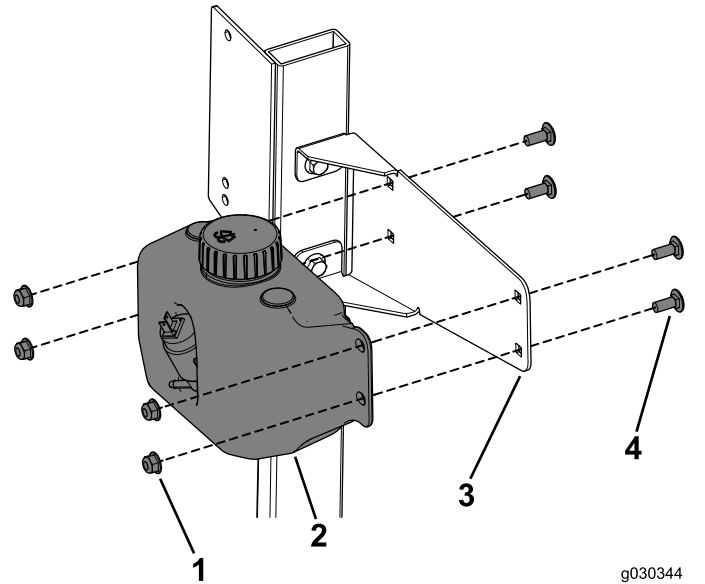

Figure 26
- Fixez le réservoir de lave-glace sur son support au moyen de 4 boulons de carrosserie (5/16 x 3/4 po) et 4 écrous à embase (Figure 26).